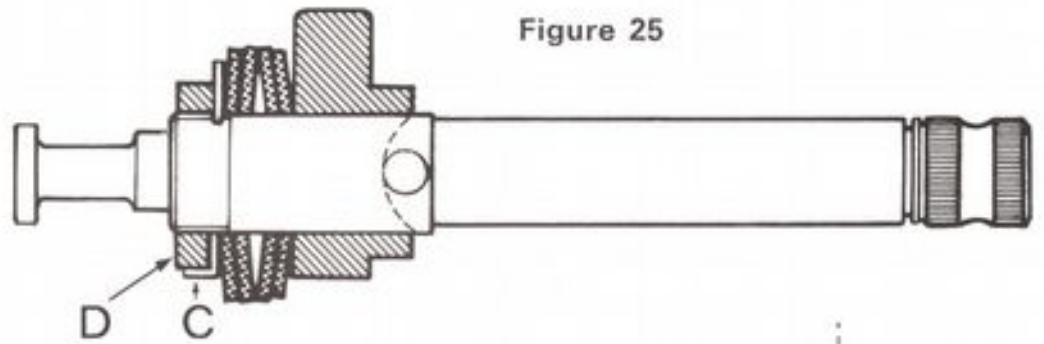

Figure 25
- Monter le pignon sur l'axe de commande avec les 4 rondelles Belleville, le frein d'écrou C et l'écrou D (figure 25) en léger appui sur les rondelles. Serrer ensuite l'écrou d'un demi-tour. Replier le frein C sur l'un des pans de l'écrou pour l'immobiliser.